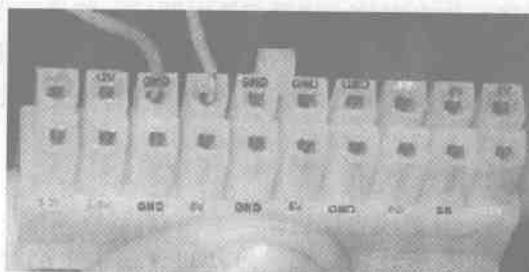

图 1—6 将 ON 和 GND 短接
- (1) 准备一台万用表。
- (2) 让电源在通电的情况下工作，用一条铜线把电路连通。如图 1—6 所示，将电源的 ON 和 GND 两个接口短路，连通电路。
- (3) 将万用表的黑表笔接电源的 GND 端、红表笔接 $+5\text{ V}$ 端，测量 $+5\text{ V}$ 电压，如图 1—7 所示。
- (4) 用同样的方法，测量 4 针的电源线电压。
- (5) 接上 12 V 和 GND 两个接口，就可以测出 12 V 的精确电压值，如图 1—8 所示。
- (6) 用万用表接 5 V 和 GND 两个接口，测出 $+5\text{ V}$ 的精确电压值，测试结果如图 1—9 所示。
- (7) 更换一个优质电源，经过多次测试，系统工作正常，故障排除。